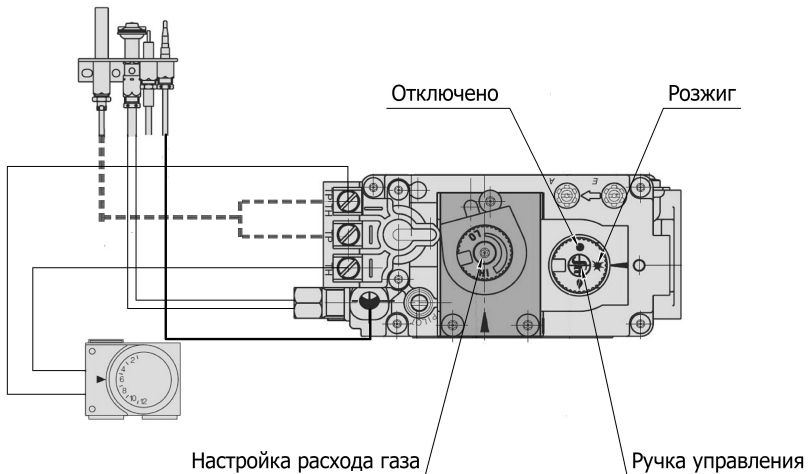

Рисунок 11. Элементы управления на газовом блоке 820 NOVA mV.
- Установить ручку газового блока в положение «Отключено» (см. рис.11)